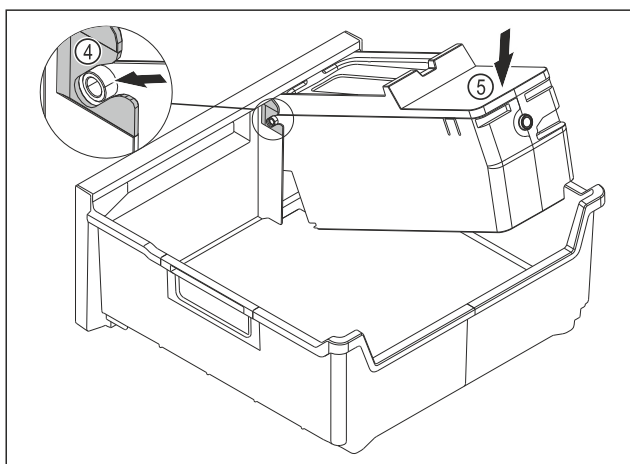

Fig. 135
- ▶ Montirajte glavni del EasyTwist-Ice: Osi glavnega dela EasyTwist-Icepotisnite v vodila Fig. 135 (4).
- ▶ Glavni del EasyTwist-Ice Fig. 135 (5) potisnite zadaj navzdol.